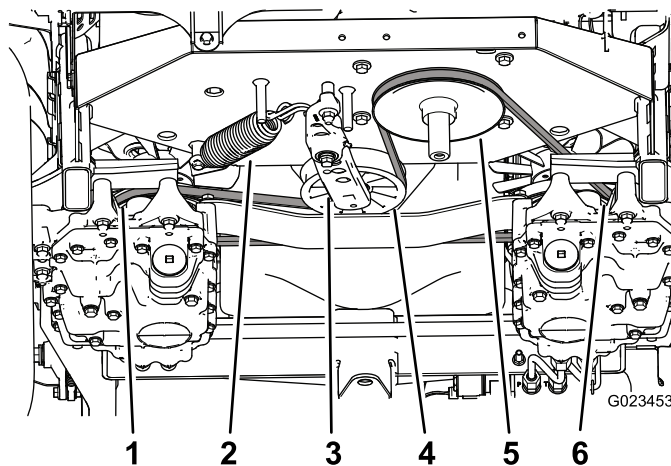

図 57
3. テンショナスプリングの回転を止めるために、テンショナアームについている四角い穴にラチェットを差し込んで保持する 図 57。その状態でテンショナーからベルトを外す。
4. テンショナアームおよびフレームからテンショナスプリングを外す 図 57。
9. テンショナアームおよびフレームにプリングを取り付ける 図 57。